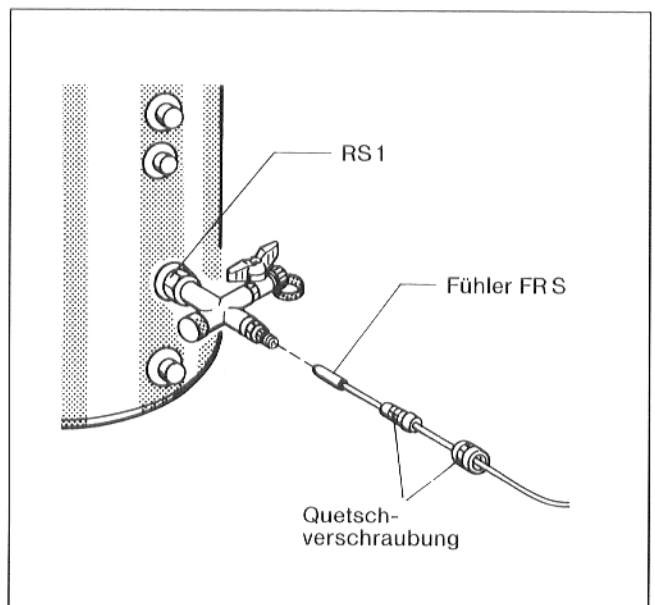

Abb. 4
- Temperaturfühler FRS in die Tauchhülse am T-Stück RS 1 einführen und mit Quetschverschraubung sichern (Abb. 4).